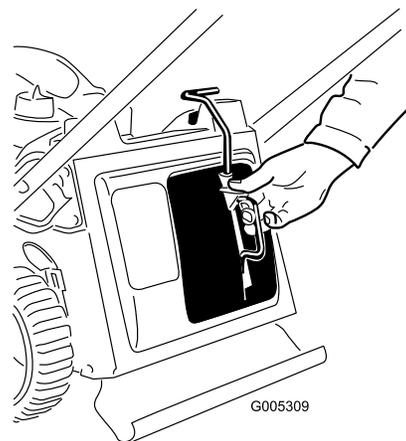
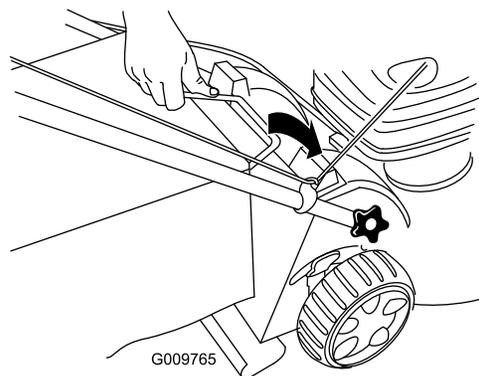

Figura 20
Figura 21
1. Instale el tapón de mulching (Figura 20) o el recogedor (Figura 21) en el cortacésped.